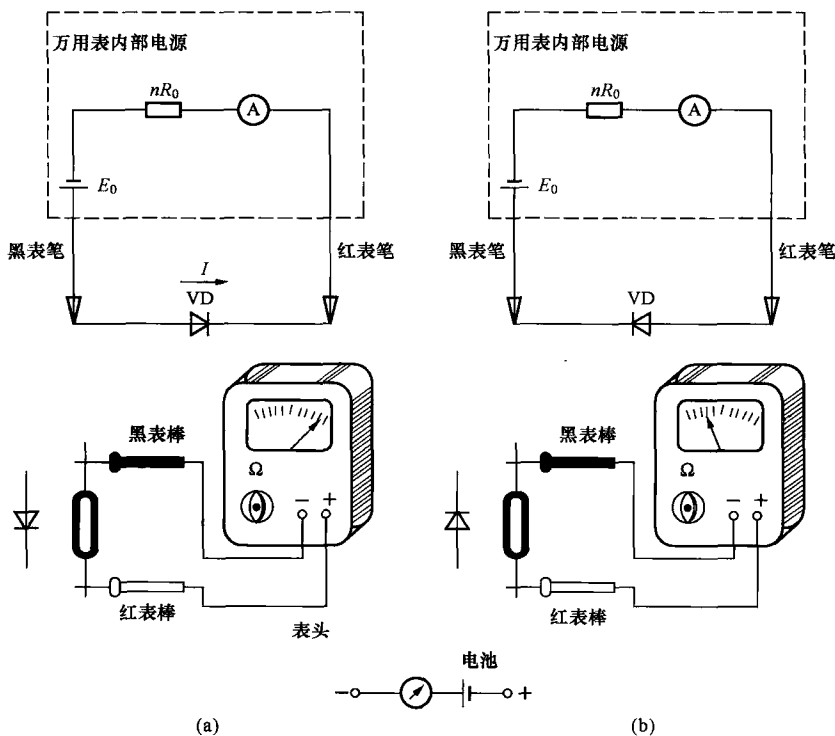

图 1-11 二极管正负极判断
2) 二极管正、负极性的判断。用万用表表笔分别搭触二极管的两极,分别测试正向电阻 R_a 和反向电阻 R_b ,满足一大、一小测试结果后,说明二极管是好的,且测得阻值较小的一次,与黑表笔相连的一端为正极,红表笔相连的一端为负极,如图 1-11 所示。